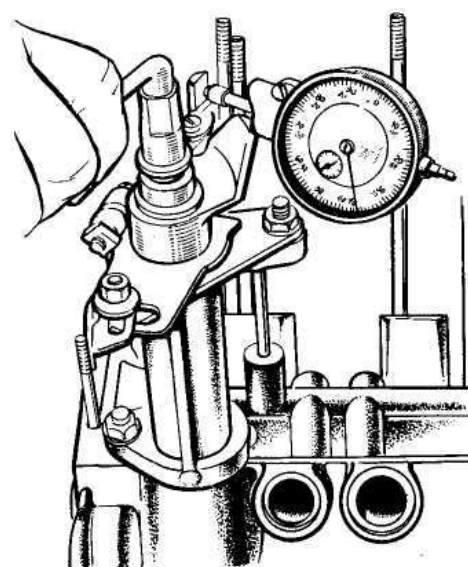

Рис. 53. Проверка бокового зазора в зацеплении шестерни привода распределителя при помощи приспособления с индикатором
- введите шестерню привода в зацепление с шестерней распределительного вала. При этом паз поводка повернётся (т.к. зубья шестерни винтовые) на угол $19 \pm 1^\circ$, а меньший сектор будет находиться со стороны шпильки крепления корпуса привода, как показано на рис. 25. Боковой зазор в зацеплении должен быть 0,05...0,45 мм (что соответствует свободному повороту поводка на угол $12' \dots 1^\circ 50'$). Пример проверки этого зазора показан на рис. 53.